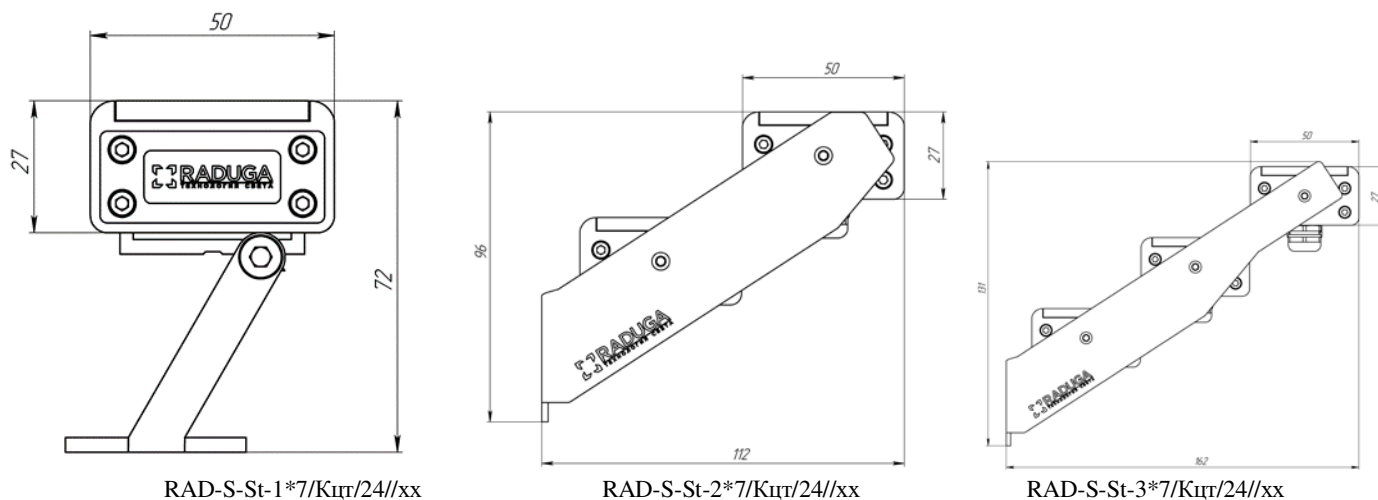

Рис. 1
- 3.2. Светильник установить на монтажную поверхность и закрепить монтажными болтами. (крепежные болты в комплект не входят). Усилие закручивания болта не менее 4 Н*м. Габаритные и установочные размеры указаны на рис.1.